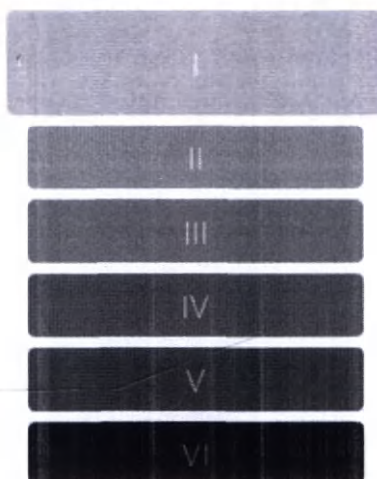

Рис.10.5 – Выбор типа кожи пациента
10.6. Для выбора типа кожи нажмите кнопку . После этого откроется окно с выбором типа кожи (рис.10.5). Выберите тип кожи соответствующий типу кожи пациента.